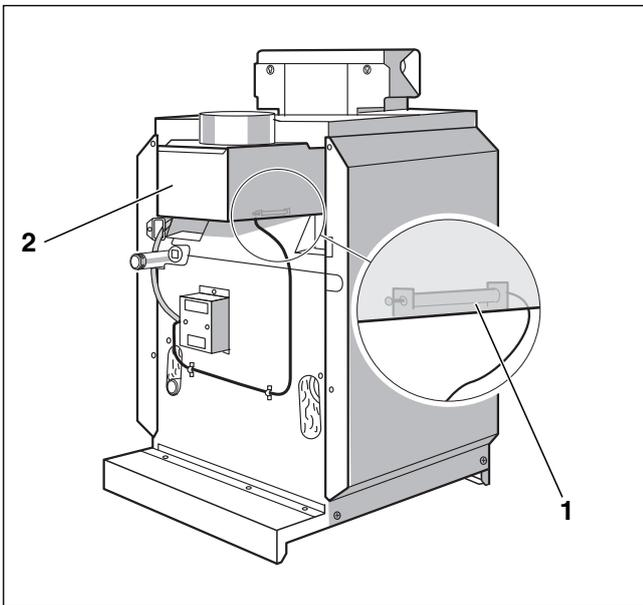

Рис. 32 Проверка системы контроля дымовых газов AW 50
- ▶ Снять датчик температуры дымовых газов (→ рис. 32, [1]) с прерывателя тяги (→ рис. 32, [2]).
- ▶ При работающей горелке удерживать наконечник датчика температуры (→ рис. 32, [1]) в середине потока дымовых газов. Подача газа прекращается максимум на 120 секунд, и горелка выключается. Через несколько минут горелка вновь автоматически включится, так как остается потребность в тепле.
- ▶ Установить датчик температуры дымовых газов (→ рис. 32, [1]) на место.